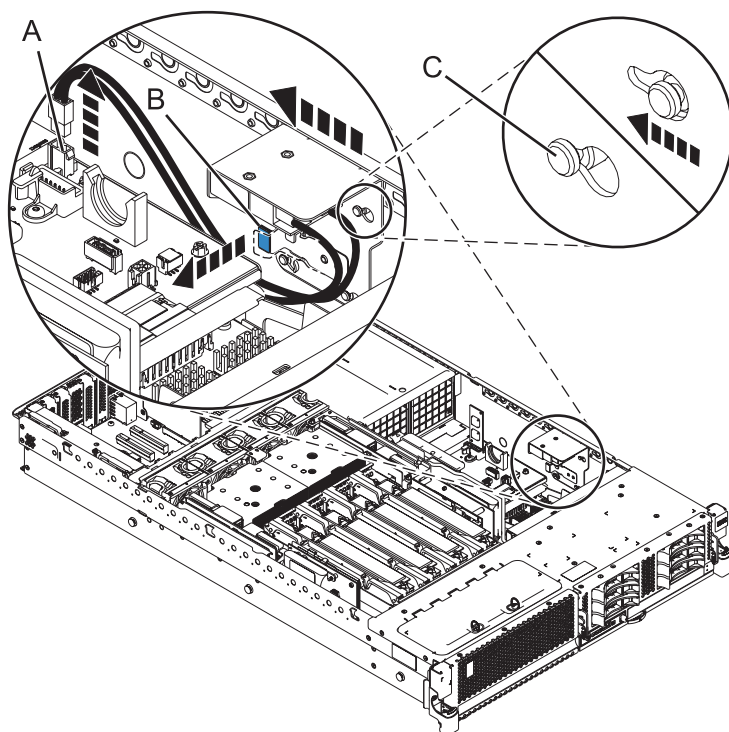

Figura 1. Extracción del conmutador de interbloqueo de alimentación de un sistema montado en bastidor
9. Desconecte el cable de señal de su ubicación correspondiente en la placa del sistema **(A)**, como se muestra en la Figura 1 en la página 3.